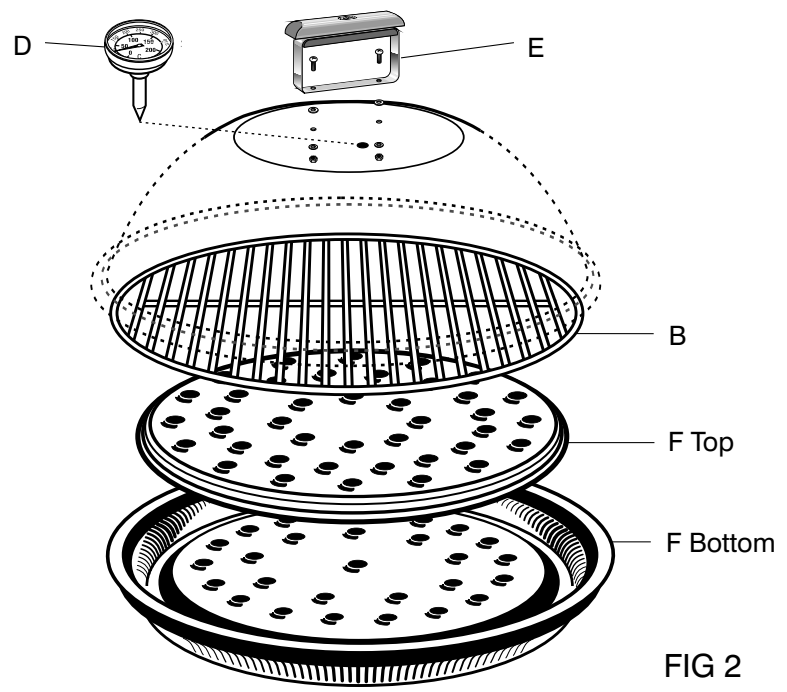

FIG 2
- Het handvat van de Koepel (E) wordt met de bevestigingen die daarvoor geleverd zijn. De afsluitingsringen (vezel) moeten tussen het handvat en de koepel geplaatst worden. Maak de moeren stevig vast, met de afsluitingsringen tussen de moeren en de Koepel, aan de binnenzijde van de Koepel. Zie Fig. 2.
- Monteer de thermometer (D) aan de Koepel zoals in Fig. 2.
- Ga na of het ventiel (Q) afgeschakeld is "OFF" door de knop (R) zover als mogelijk met de wijzers van de klok mee te draaien schroef de stam (K) stevig in de cilinder die u wenst te gebruiken vast.